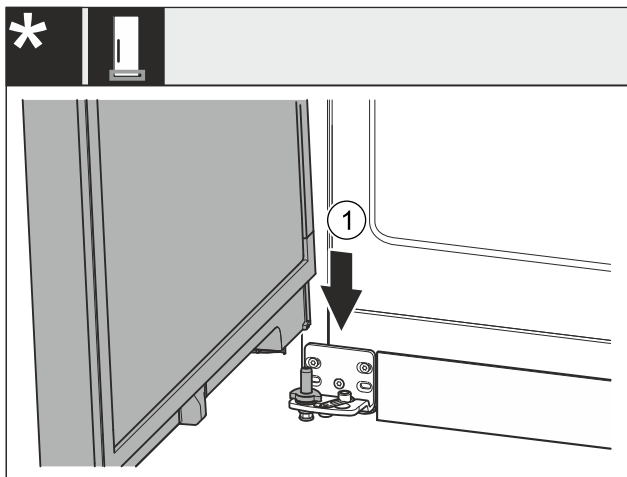

Fig. 44 *
- Vrata od zgoraj nasadite na spodnji ležajni sornik Fig. 44 (1)*.